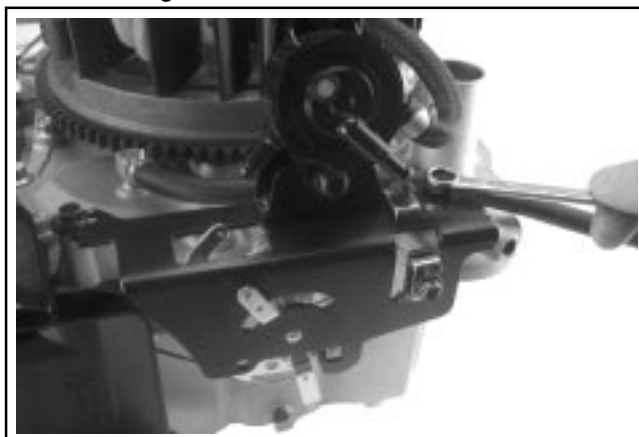

Figure 10-66. Fixation de la plaque de commande de la vitesse.
2. Attacher la plaque de commande de la vitesse aux points de montage du moteur à l'aide des vis M6. Positionner la plaque selon le marquage effectué lors du démontage. Serrer les vis au couple de **11,0 Nm (95 in. lb.)** dans des trous neufs, ou de **7,5 Nm (65 in. lb.)** dans des trous déjà utilisés. Voir la Figure 10-66.